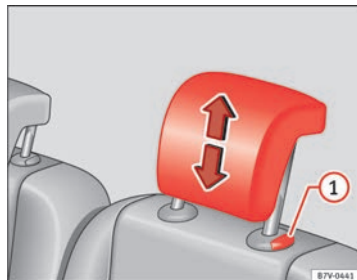

Fig. 87 Montaje del apoyacabezas de la segunda o tercera fila de asientos.
- Extraiga el apoyacabezas ⇒ fig. 87  con el botón pulsado.